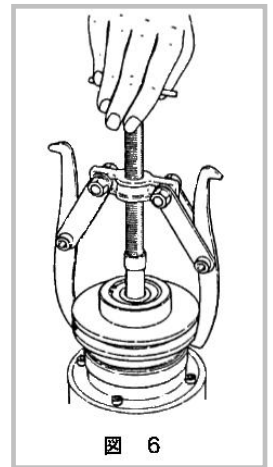

図 6
- 3) ハブ⑨を軸から引き抜きます。プーラーを用いて(図6)のようにハブを抜いてください。